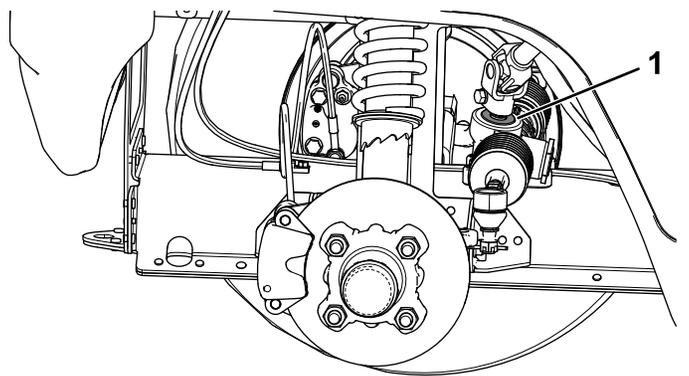

図 53
- 重要** ピニオンシャフトのシールの状態と磨耗程度を点検する 図 53。